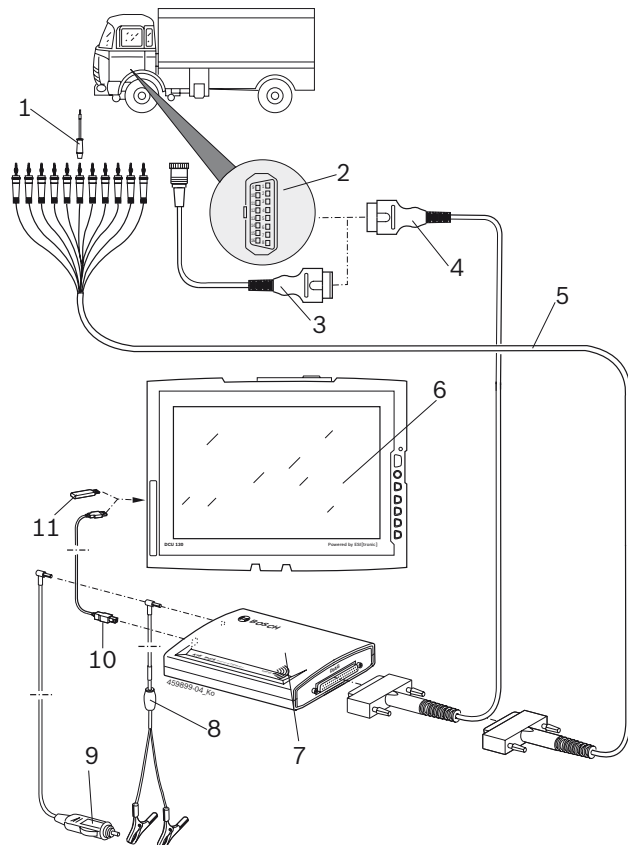

Abb. 3: Tilslutningsskema KTS Truck
- OBD-diagnoseledning (fig. 3, pos. 4)
- OBD-diagnoseledning og yderligere via en køretøjs-specifik adapterledning (fig. 3, pos. 3) (ekstraudstyr)
- Universal-adapterledning (fig. 3, pos. 5).